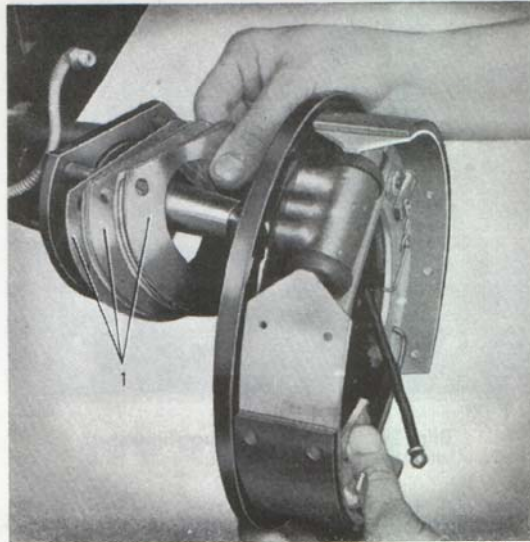

Bild 29. Mont. av bromssköld.
7. Montera vänstra sidans bromssköld med justermellanläggen enligt tabell samt filltätningen, se bild 29. Undersök gummiskydden, som tätar vid handbromsvajern i bromssköldarna. Byt om så erfordras. Koppla fast bromsvätskeledning och bromsvajer vid båda sidor. Montera nav (6) med bromstrummor. Lufta och justera bromsarna enligt anvisningarna i avd. 5. Montera hjulen.